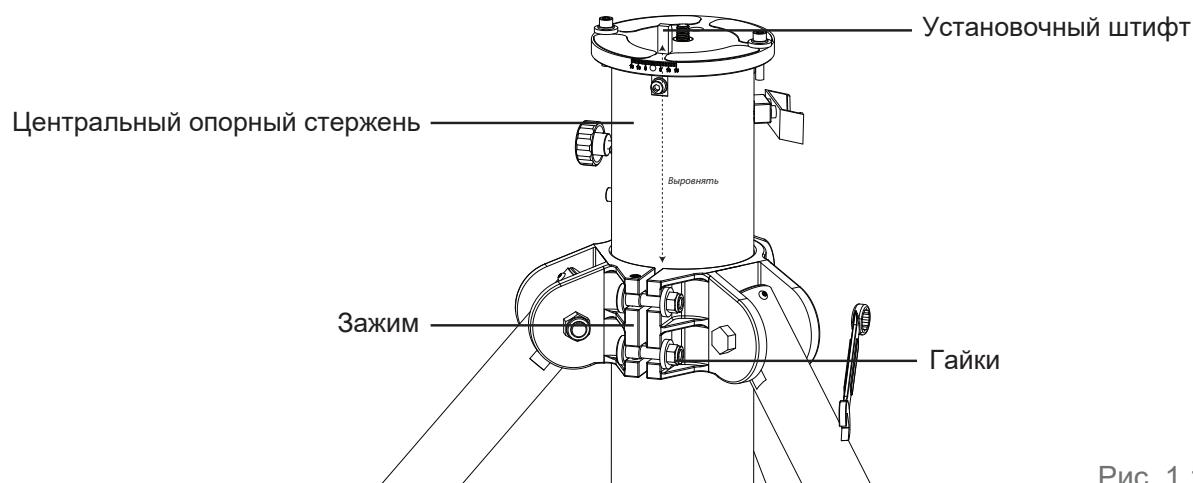

Рис. 1.1c
4. Полностью ослабьте зажим центрального опорного стержня, отвинтив две гайки на зажиме с помощью шестигранного ключа 19 мм (рис. 1.1c).
- Когда зажим полностью ослаблен: поворачивая центральный опорный стержень в зажиме, совместите положение установочного штифта на треноге с зазором зажима (рис. 1.1c).
6. Перемещайте центральный опорный стержень в зажиме вверх или вниз, чтобы установить нужную высоту треноги (рис. 1.1c). Затяните три винта на растяжках паука для предотвращения выпадения центрального опорного стержня.